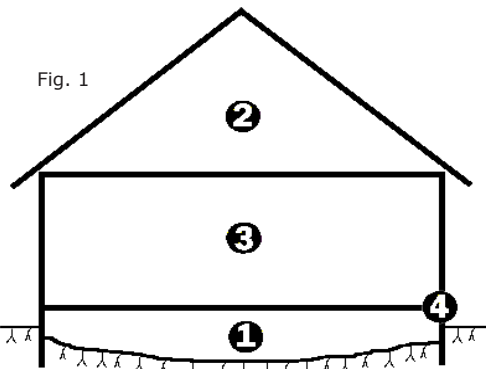

Fig. 1
1. För att störa skadedjuren maximalt och "läsa entrén" till huset gäller det **i första hand** att försöka montera apparaten i det första större öppna utrymme där skadedjuren har sin entréväg och boplatser. Det kan t.ex. vara krypprunden ①, kallvinden ② eller båda ①+② (Fig. 1).
Denna **Topo Stop** modell skruvas fast i en bjälke enligt Fig. 1 ④ Gnagarna får då ingen ro inuti bjälklag, väggar och andra dolda utrymmen på en byggnadsyta upp till ca 100 m². **Topo Stop R100** ger med **Topo Stop E250** ett heltäckande skydd mot skadedjuren